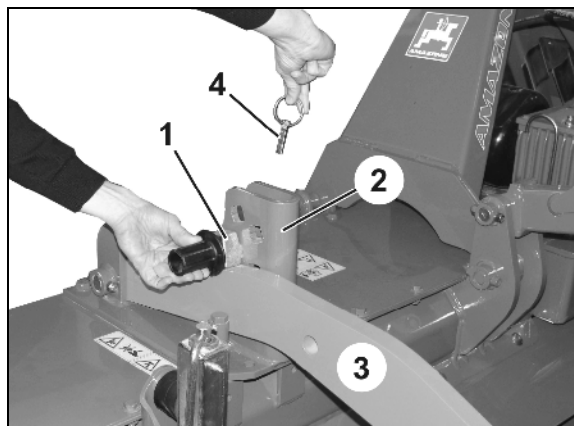

Bild 28
1. Lyft med hjälp av traktorns trepunktslyft markbearbetningsmaskinen nått och jämt så mycket att bärmarna (Bild 28/3) inte blockerar hålen i bulthållarprofilerna (Bild 28/2) för djupinställningsbultarna (Bild 28/1).
3. Ta ut låssprinten (Bild 28/4).